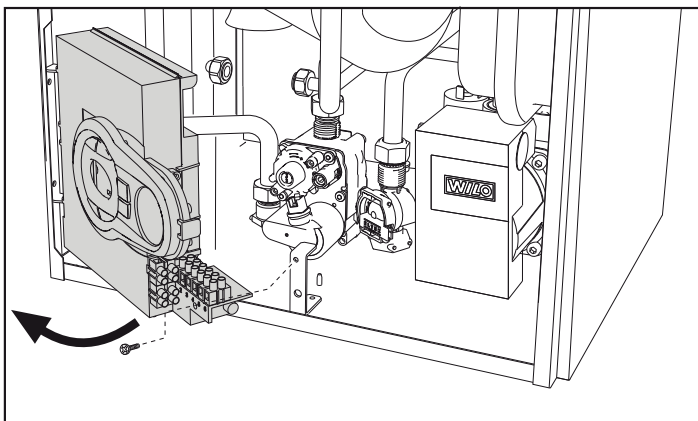

fig. 22
- Desenrosque el tornillo y gire el panel de mandos (fig. 22).